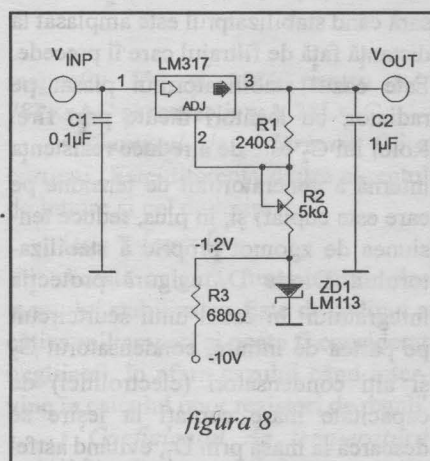

figura 8
**Stabilizator reglabil de la 0V.** Se poate obține o tensiune de ieșire, începând de la 0V, dacă se dispune de o sursă auxiliară de tensiune negativă, ca în schema din figura 8.